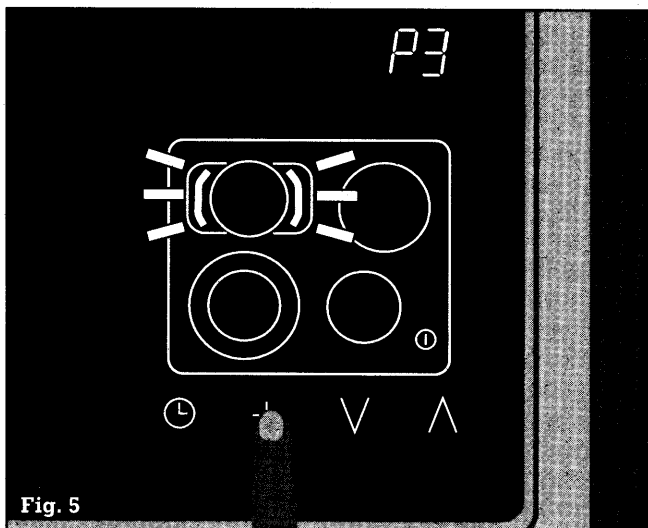

Fig. 5
- ... toccate il simbolo +. Sul display del timer si accende **P3**. Sul display della zona di cottura 2 (indietro a sinistra) lampeggia il simbolo relativo all'ampliamento $\odot$ (fig. 5). Toccando la zona di cottura sul display potrete selezionare, come per la piastra 1, le impostazioni per l'ampliamento. Memorizzate i valori come sopra descritto.